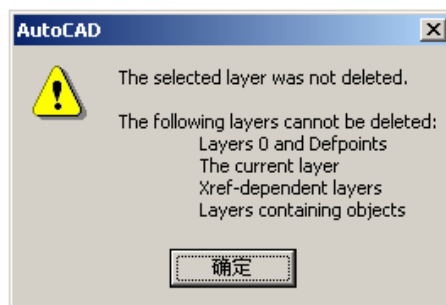

图 7-22 AutoCAD 对话框
(6) Delete。删除所选取的图层。具体操作是先选取要删除的图层，然后单击 Delete 按钮即可。要删除的图层必须是空图层。即该图层上没有绘制任何实体图形。用户也不能删除 0 层、Defpoints 层以及外部引用层。否则 AutoCAD 会拒绝删除。同时给出图 7-22 所示的 AutoCAD 对话框提示用户所选的图层不能删除。